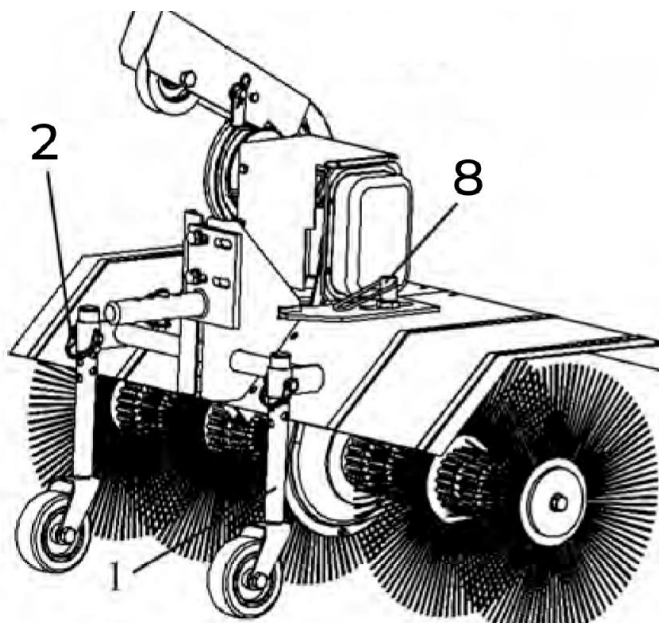

рис. 32
- открутить фиксатор (8)
- развернуть щетку в нужном направлении, таким образом, чтобы фиксатор (8) занял одно из крайних предусмотренных положений
- закрутить фиксатор (8) до упора.
6. Также предусмотрена регулировка щетки по высоте. Ее необходимо производить при износе щетины, а также, если нужно изменить степень поджатия к убираемой поверхности. Для регулировки щетки по высоте требуется выполнить следующие действия (рис. 32): Ослабьте фиксаторы (2). Установите колесную опору (1) на необходимой высоте. Затяните фиксаторы (2). Для равномерного износа полипропиленовых дисков, колесная опора должна быть установлена ровно, без перекосов. Дальнейшее управление агрегатом должно проводиться в соответствии с руководством по эксплуатации на мотоблок.